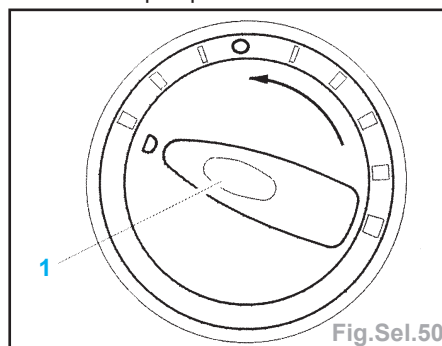

Fig.Sel.50
- Amener la commande digitale (1) en position 3 entrebâillement (Fig.Sel.50).